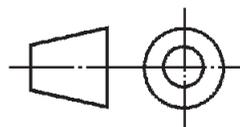

图 4
1.2.1.4 必要时，可画出第一角画法的识别符号，见图 4。